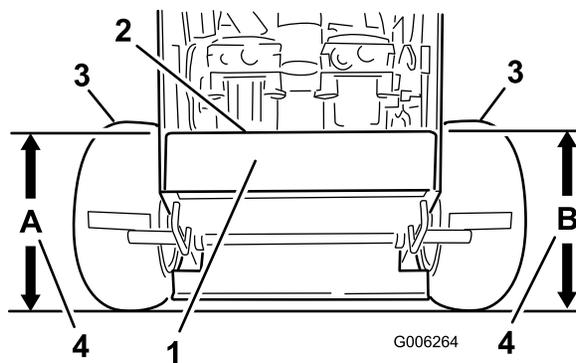

Figure 55
- Mesurez la hauteur du plancher moteur au point **A** (Figure 55).
- Mesurez la hauteur du plancher moteur au point **B** (Figure 55).